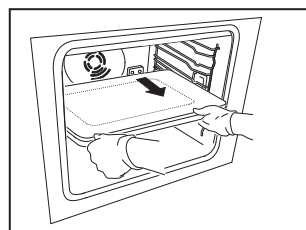

Fig. 3
1. Pak de inductieplaat met beide handen beet en verwijder deze. Om de plaat uit het elektrisch stopcontact los te trekken, kan wat extra kracht nodig zijn (Fig. 3).